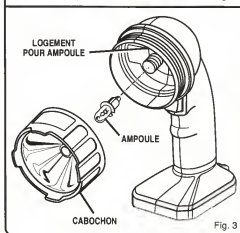

Fig. 3
Voir figure 3.
**Note:** Un logement pour ampoule pratique est prévu sur votre lampe torche. Ce logement est situé derrière le cabochon. Voir figure 3.